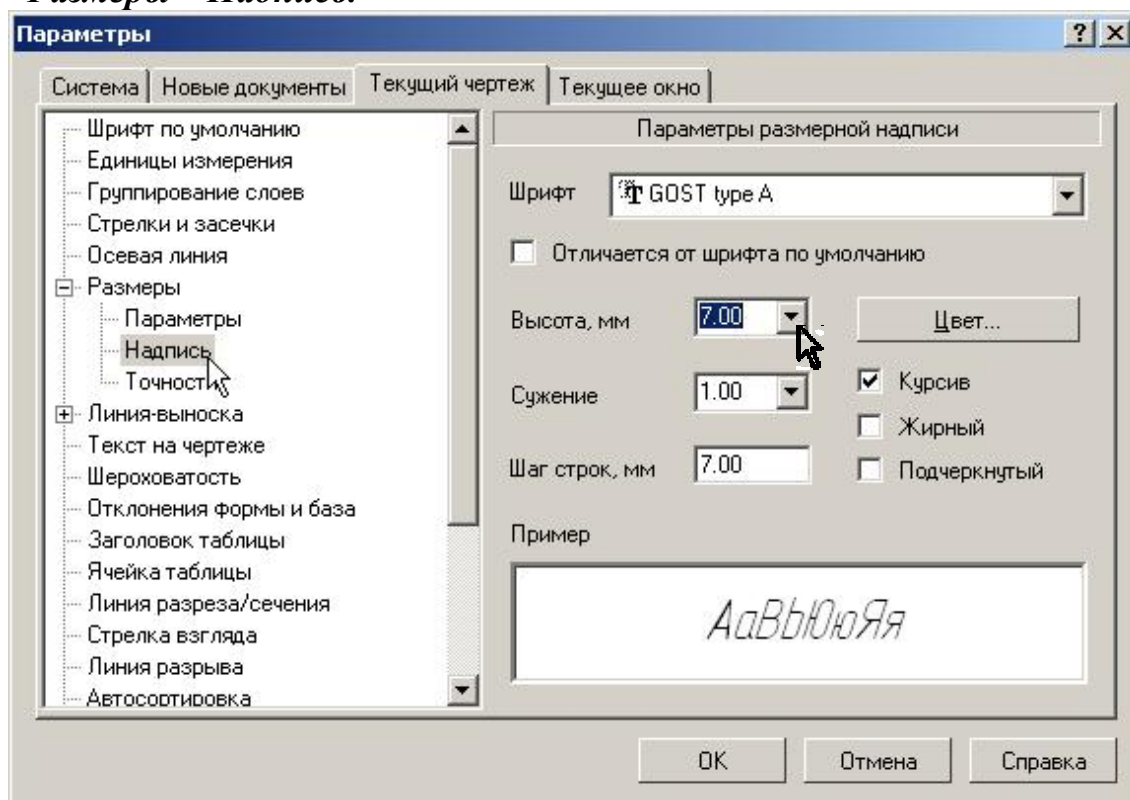

Рис. 90
7. Проставьте размеры, выполните обозначения, заполните основную надпись. Для выполнения размерных надписей высотой 7 мм откройте окно, рис. 90, в следующей последовательности: **Сервис – Параметры – Размеры – Надпись**.